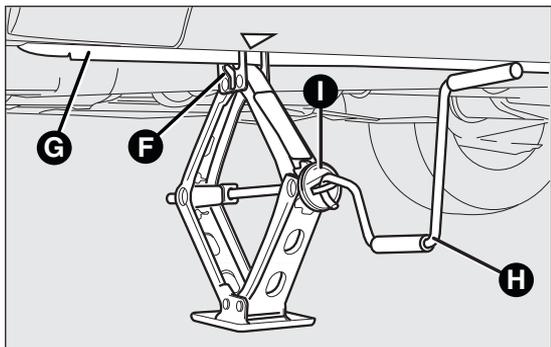

fig. 120
- ❑ tourner la manivelle du cric de manière à l'ouvrir partiellement fig. 120 ;
- ❑ s'assurer que la rainure F fig. 120 du cric est bien fixée sur l'ailette G fig. 120 du longeron ;
- ❑ introduire la manivelle H fig. 120 dans le dispositif I fig. 120 du cric pour soulever la voiture, jusqu'à ce que la roue se soulève du sol de quelques centimètres. En actionnant la manivelle, s'assurer qu'elle tourne librement sans risque de s'écorcher la main contre le sol. D'autres parties du cric en mouvement (vis et articulations) peuvent provoquer des lésions : éviter de les toucher. Éliminer soigneusement toute trace de graisse de lubrification qui se serait déposée sur la peau ;